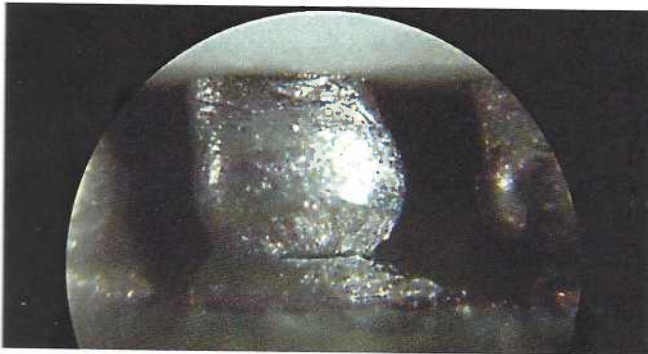

Bild 8-162
- Gebrochene Lötverbindung, siehe Bild 8-162.